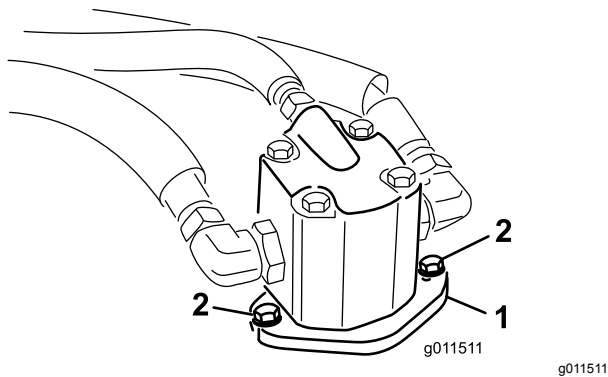

Figura 98
4. Retire los pernos que sujetan el motor hidráulico a la unidad de corte (Figura 98). Retire el motor de la unidad de corte y póngalo encima de la unidad de corte.